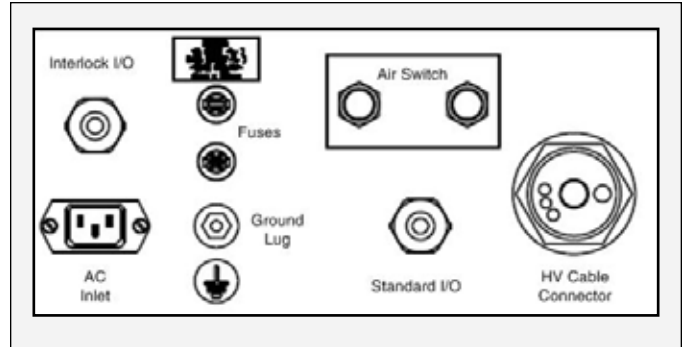

Abbildung 4: 9060 Verbindungsschnittstelle
Die in Abbildung 4 dargestellte Verbindungsschnittstelle des 9060-Reglers bietet alle erforderlichen Anschlüssen zum Einrichten eines lokal gesteuerten Lackiersystems. Diese Verbindungsschnittstelle besteht aus einem (1) Hochspannungskabelanschluss, einem (1) Standard-I/O-Stecker, einem (1) I/O-Verriegelungsanschluss, einem (1) Erdungsklemmenanschluss, einem (1) Luftströmungsschalteranschluss, zwei (2) Sicherungen und einer (1) AC-Steckdose.